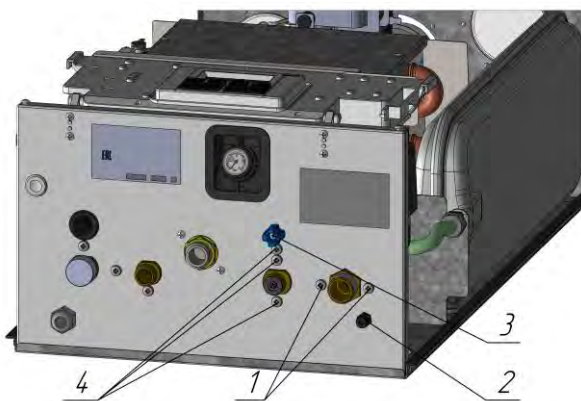

Рис. 12 Нижняя панель аппарата
- выкрутить дренажный клапан (2), см. рисунок 12;
- выкрутить винт крепления ручки крана подпитки (3), снять ручку;
- отвернуть на нижней панели аппарата 2 винта (1), 3 винта (4) крепления гидроблока с насосом, см. рисунок 12;